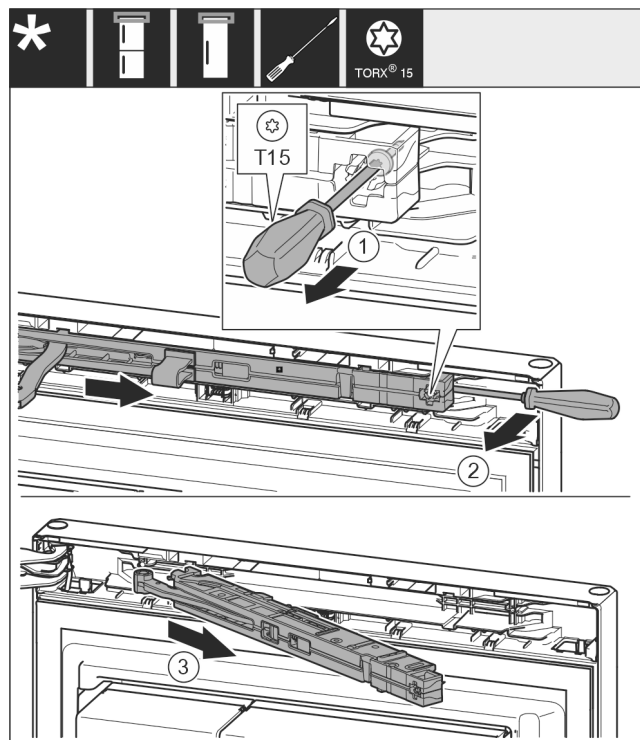

Fig. 8
► Lironi rreth 14 mm vidën në njësinë e amortizatorit të mbylljes me një kaçavidë T15. Fig. 8 (1)
► Futni një kaçavidë nga prapa njësisë së amortizatorit të mbylljes në anën e dorës dhe shtyjeni njësinë nga përpara. Fig. 8 (2)
► Tërhiqni jashtë njësinë e amortizatorit të mbylljes. Fig. 8 (3)